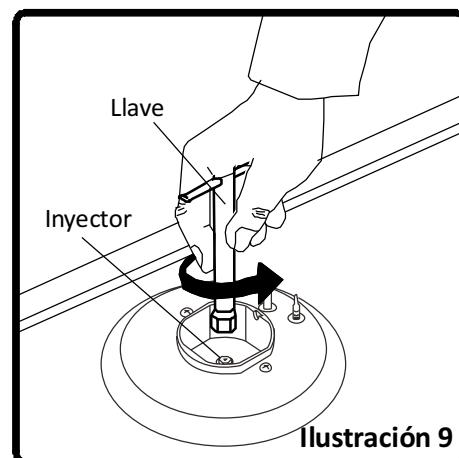

Ilustración 9
- Desenrosque los inyectores. Para ello, utilice una llave de 7mm. (Ilustración 9).